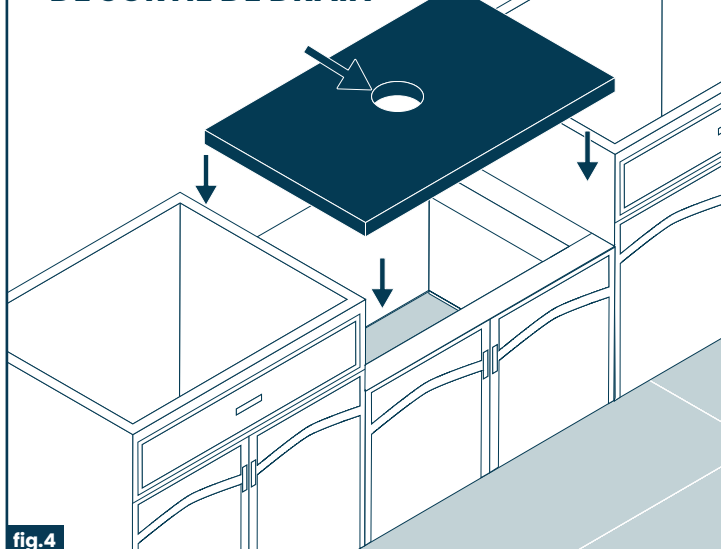

fig.4
- Localisez et découpez le trou de dégagement de sortie de drain dans le support. Le diamètre du trou doit dégager le système de montage du broyeur à déchets, s'il est utilisé (Fig. 4).